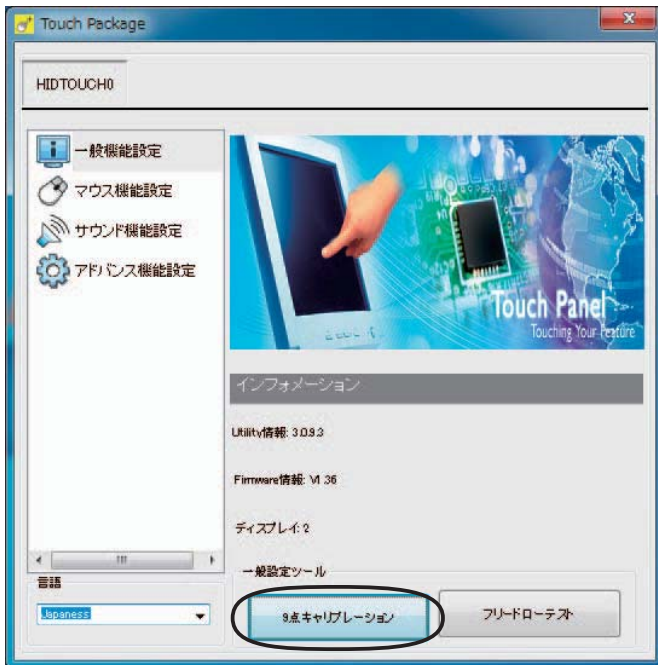

図 3
1. 「一般機能設定」画面の、「9点キャリブレーション」をクリックします。(図3)